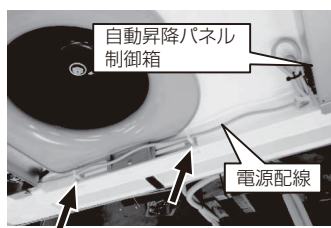

図3-2
- 3) 付属のワイヤーサドルを(図3-2)の位置に取付けてください。(45・71 形：2 力所、140 形：4 力所)
- 3) 付属のワイヤーサドルを（図3-2）の位置に取付けてください。（45・71 形：2 力所、140 形：4 力所）